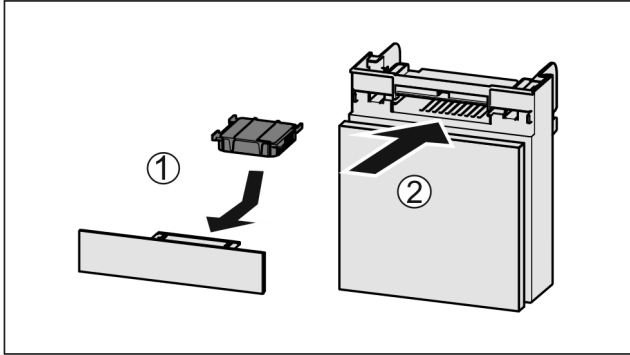

Fig. 186
- ▶ Поставете Fig. 186 (1) филтъра с активен въглен, както е показано на фигурата.
- ▶ Вкарайте Fig. 186 (2) отделението.